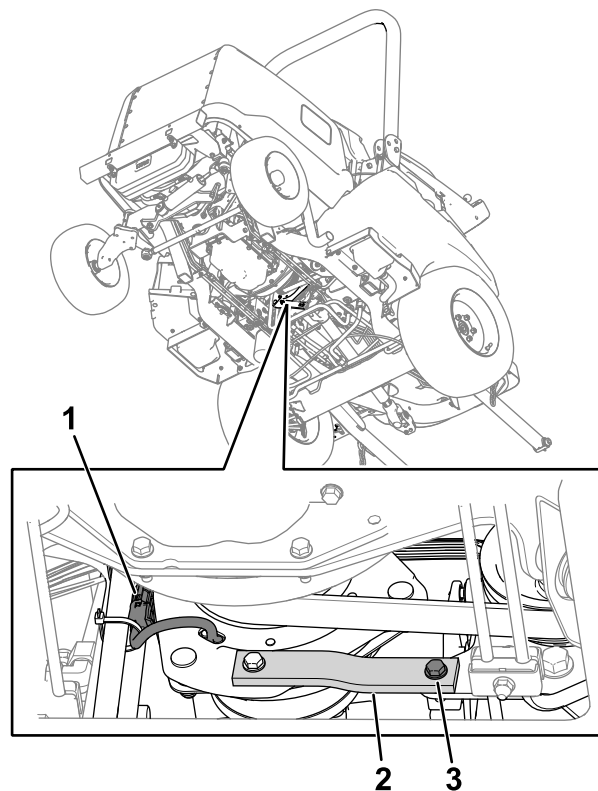

Figura 72
2. Scollegate il connettore del cablaggio preassemblato della frizione dal cablaggio preassemblato della macchina (Figura 72).
3. Rimuovete il bullone, la rondella e il dado dal cinghiolo in gomma (Figura 72) sul telaio.